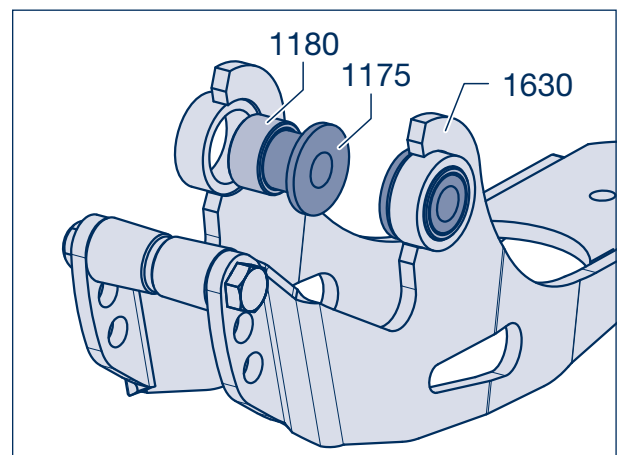

Imagen 14
- [17] Introducir el bulón de ballesta hasta el final del apoyo de suspensión neumática. Se deberá tener en cuenta que las arandelas de desgaste (1525) están montadas sobre el casquillo (1005) en la ballesta guía (1000) (véase la imagen 14 de la página 38).